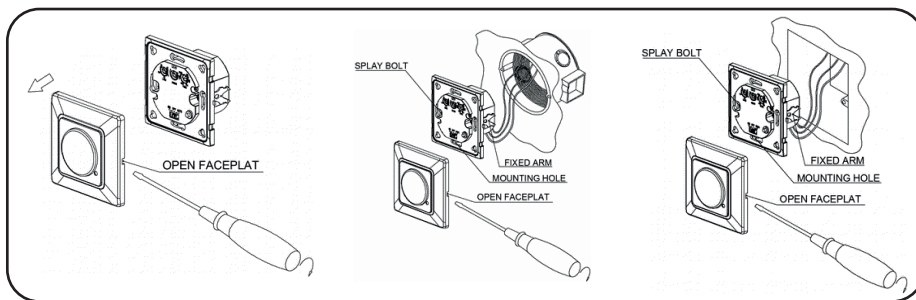

Fig.2: Apertura y fijación del sensor.
- Retire la tapa protectora delantera, para acceder al sistema de ajuste del sensor. (fig.2)